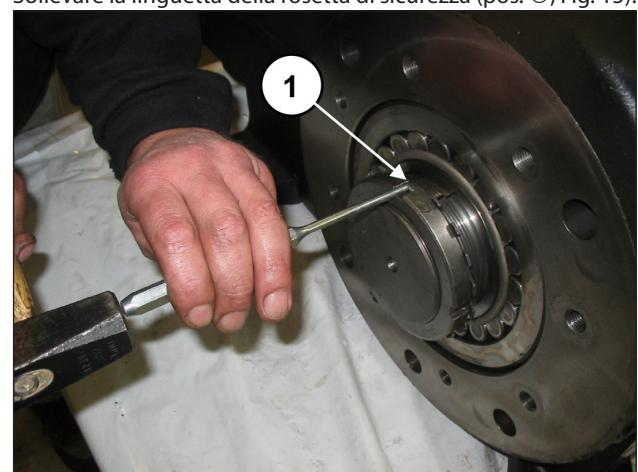

Fig. 15
Sollevare la linguetta della rosetta di sicurezza (pos. ①, Fig. 15).